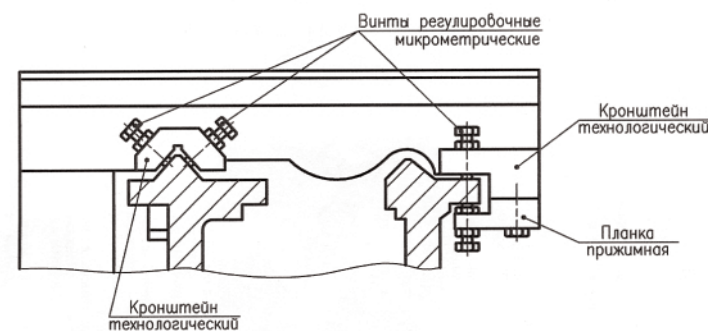

Рис.1 Позиционирование суппорта на станине при применении композиционного материала.
- каретка суппорта позиционируется на станине с помощью специального приспособления и микрометрическими винтами выставляется предварительно рассчитанный зазор, обеспечивающий паспортное расположение каретки, см. рис.1;